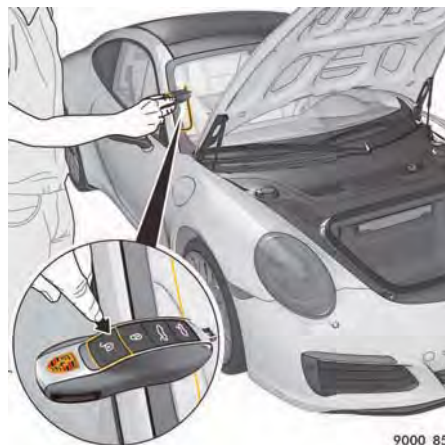

図123: リモコンが故障した場合の緊急解除
- ▶ 助手席側のフロントガラスの外端部にキーを置き、同時にGボタンを押してください(図123)。